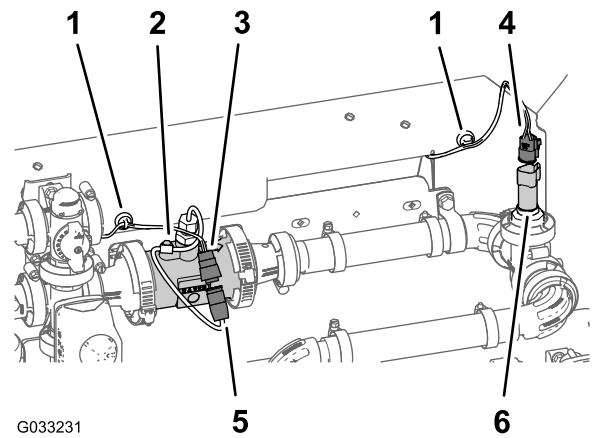

Figura 101
1. Passe os conectores da secção com 203 cm da cablagem identificados **Fluxímetro** (Flow Meter) e **Transdutor de pressão** (Pressure Transducer) para trás para a montagem do coletor (Figura 101).
2. Ligue o conector de três tomadas da secção com 203 cm da cablagem para o fluxímetro (não identificado) no conector de três pinos na cablagem do fluxímetro (Figura 101).
3. Ligue o conector de três tomadas da secção com 203 cm da cablagem para o identificado como **Transdutor de pressão** (Pressure Transducer) no conector de três pinos do transdutor de pressão (Figura 101).
4. Cole os fixadores de cablagem magnéticos para o fluxímetro e o transdutor de pressão na superfície da montagem do coletor (Figura 101).